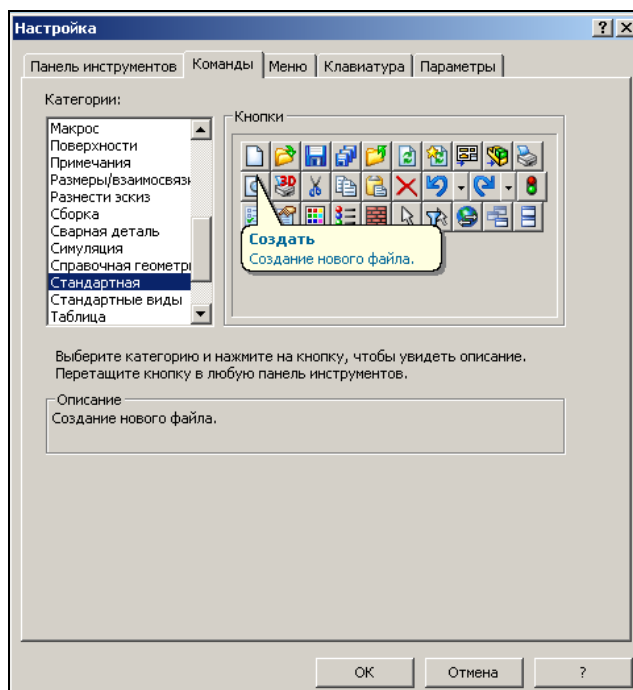

Рис. 2.3. Вкладка **Команды** окна **Настройка**
5. Если перейти на вкладку **Команды**, можно добавить или убрать отдельные значки на панель инструментов. Все значки разбиты по категориям для удобства их систематизации и выбора (рис. 2.3).